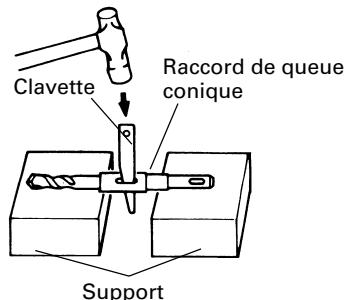

Fig. 17
(4) Pour retirer la mèche (queue conique), introduire la clavette dans la fente du raccord de queue conique et frapper la tête de la clavette avec un marteau alors que la perceuse est placée sur le support. (Fig. 17)